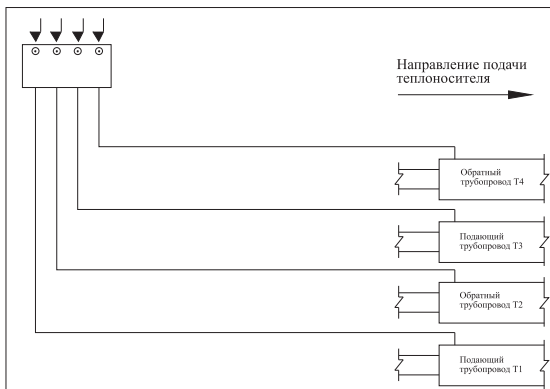
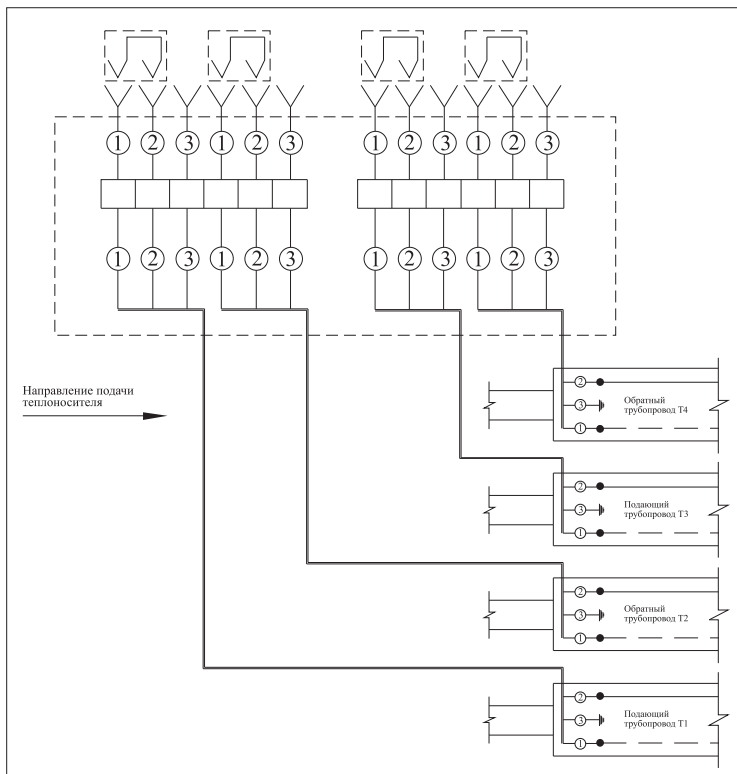

Рис. 2 «Закольцовка одной четырехтрубной системы ОДК»
Рис. 7 «Закольцовка одной четырехтрубной системы ОДК»
- 2.1. Закольцовка одной четырехтрубной системы ОДК - **Рис. 2, 7.**
на принципиальной схеме (Рис. 2–6)	на электрической схеме (Рис. 7–11)
Подключение терминала к системе оперативного дистанционного контроля производить в соответствии с монтажными схемами (**Рис. 2–6**) и электрическими схемами (**Рис. 7–11**).
5. При помощи отвертки зафиксировать провода **7** в клеммной планке **3**. Порядок соединения проводов указан на электрических схемах – **Рис. 7–11**
6. Для закольцовки одной четырехтрубной системы ОДК монтаж проводников внутри терминала осуществлять по электрической схеме – **Рис. 7**.
9. Установить провода **7** в клеммную планку **3** на прежнее место (в соответствии с требуемой электрической схемой – **Рис. 7–11**).